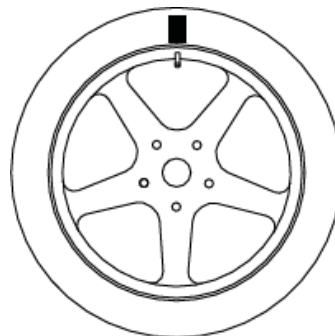

Рис. 5.4 - Маркировка положения клапана на шине
3. Установите клапан (ниппель) в положение 12 часов, отметьте положение клапана на шине мелом (см. рисунок 5.4);